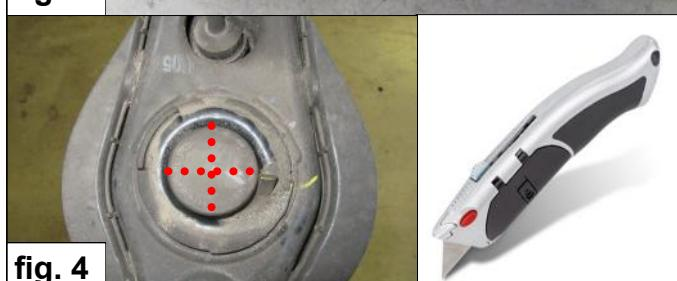

fig. 4
6. Coupez une croix dans la partie supérieure du caoutchouc du ressort inférieur. *Voir fig. 4.*